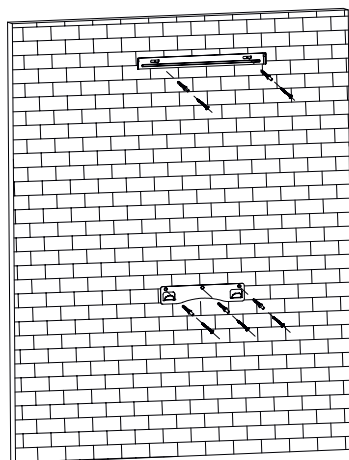

Рис. 9
1. Прежде чем приступать к сверлению отверстий под дюбели в стене необходимо произвести разметку. Разместите на стене планку крепления вытяжки по горизонтали так, чтобы при навесе на нее вытяжки получилось необходимое расстояние до столешницы. Сделайте разметку отверстий крепления планки (рис. 9).
3. Прикрутите установочную планку в просверленные места (рис. 9).
предварительно промазав место стыковки герметиком, и закрепить его с помощью хомута (приобретается отдельно). (рис. 9)